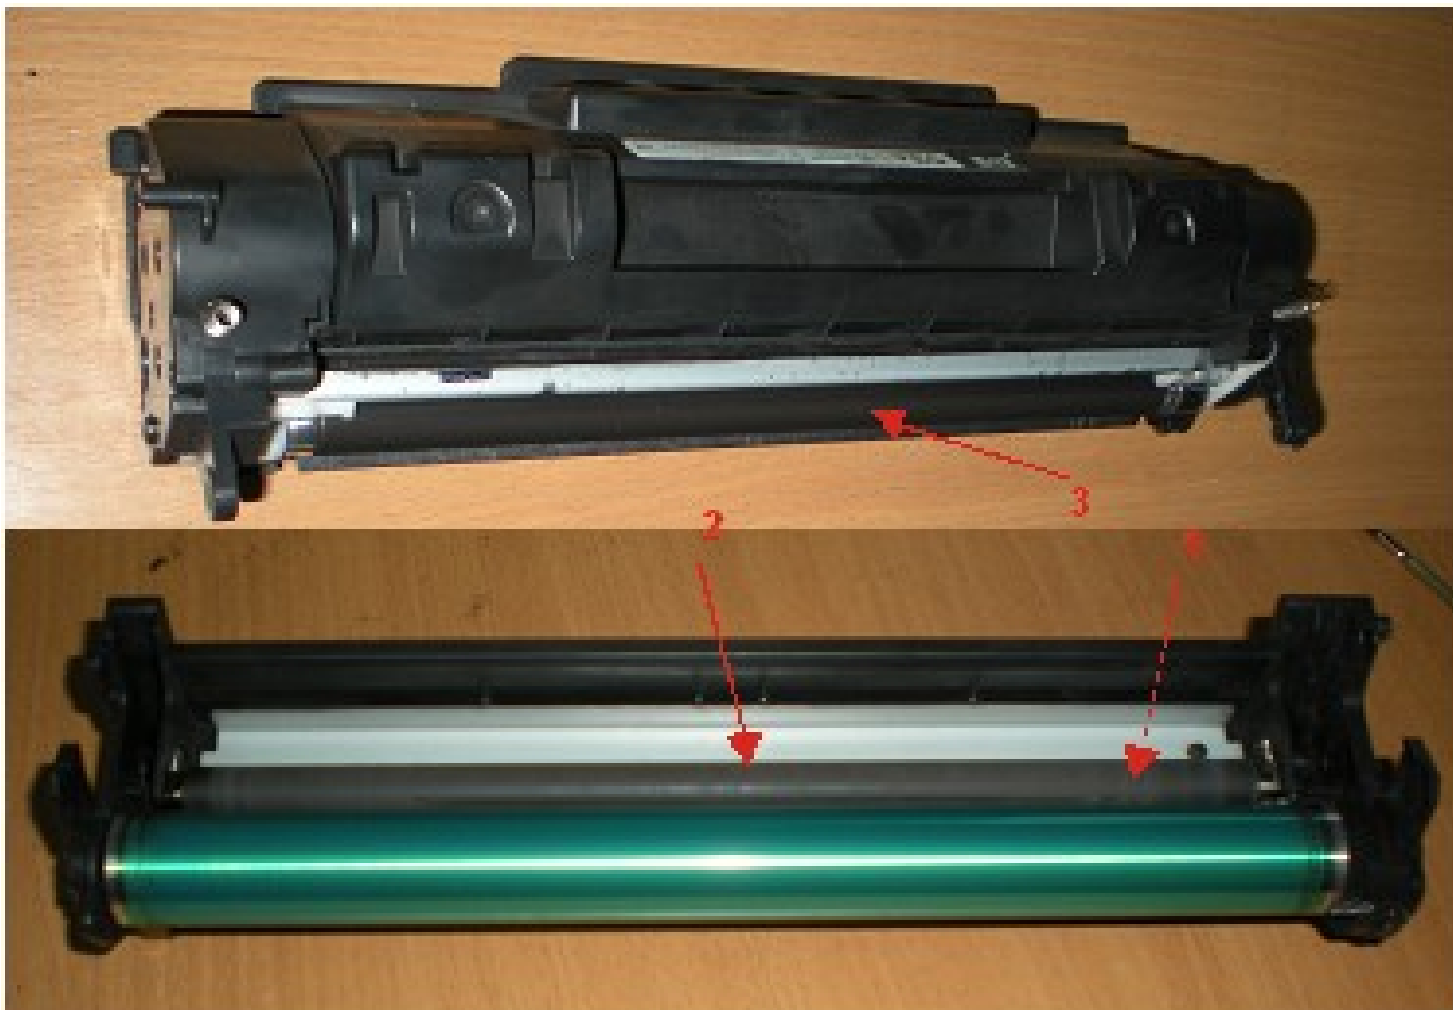

Рис. 4 Картридж лазерного принтера в разобранном состоянии. 1 - магнитный вал.
- Непосредственно в формировании изображения участвуют **картридж принтера** (рис. 4) и
Картридж для лазерных принтеров состоит из трех основных элементов (см. рис. 4):